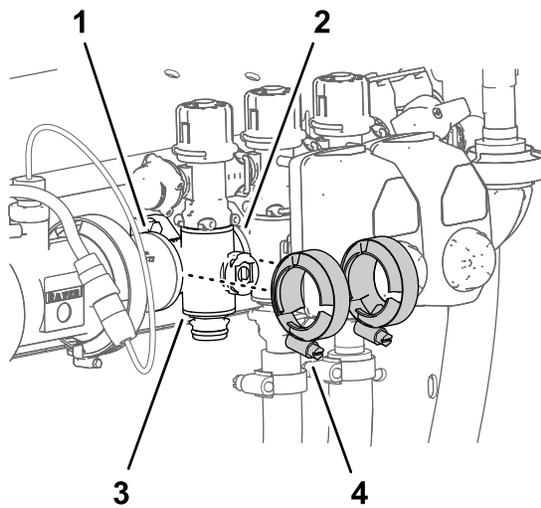

Figura 107
3. Retire as 3 braçadeiras da flange que prendem a válvula do coletor da seção às flanges dos componentes adjacentes (Figura 107).